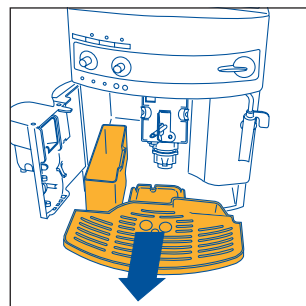

Fig. 16
NOTA 7: la máquina cuenta la cantidad de cafés que se sirven. Cada 14 cafés individuales (o 7 dobles), el piloto 📊 se enciende de manera fija (cap. 12 punto 3) advirtiendo que el recipiente de los posos está lleno y que hay que vaciarlo y limpiarlo. Hasta que no se limpia el recipiente de los posos, el piloto queda encendido y la máquina no puede hacer el café. Para limpiar, abra la portezuela de servicio situada en la parte delantera tirando de la manija correspondiente, fig. 15; se enciende el piloto 🔔 que parpadea (véase § 12 punto 9), entonces extraiga la bandeja recogegotas (fig. 16) vacíela y límpiela. Vacíe y limpie muy bien el recipiente de los posos procurando eliminar todos los residuos que puedan estar depositados en el fondo. Seque también las gotas de condensado que se depositen en el interior de la máquina, abajo de la bandeja recogegotas. **IMPORTANTE:** cuando se extrae la bandeja recogegotas es **OBLIGATORIO** vaciar siempre el recipiente de posos de café incluso si está poco lleno. Si esta operación no es efectuada, puede suceder que, cuando se preparan otros cafés, el recipiente de posos se llene más del previsto y que la máquina se atasque de pastillas usadas.
- extraiga la bandeja recoge gotas y el recipiente de los posos (fig. 16) y lávelos;